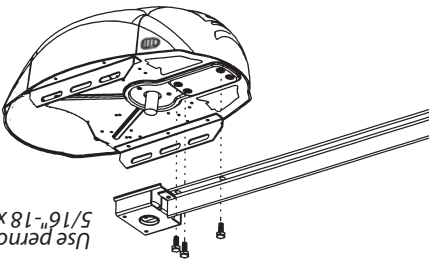

FIG. 1-2 Riel - Conjunto de la caja de control.
1. Acople el conjunto del riel a la caja de control alineando el piñón en el eje del motor. Use (3) pernos de 5/16 -18 x 1/2" (Fig. 1-2).